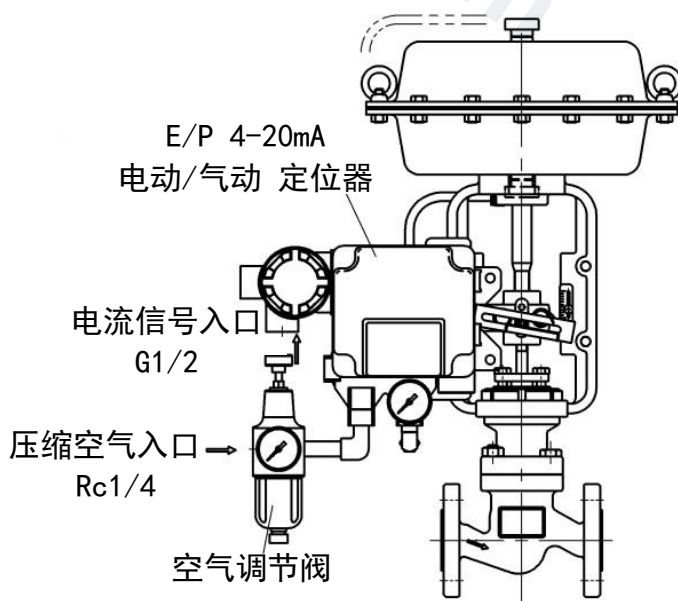
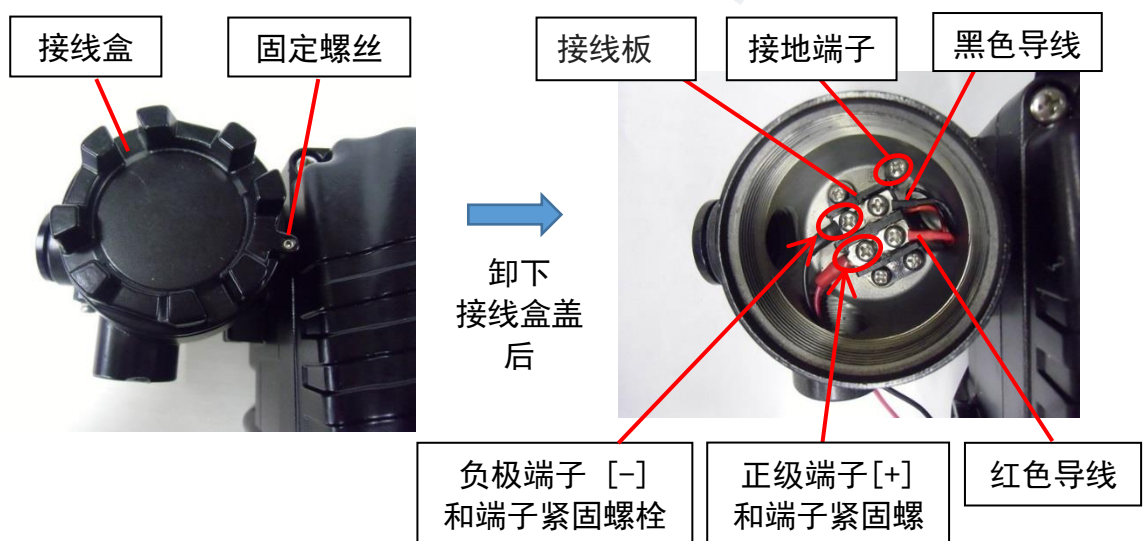

图 12
图 14
- 购买带有 E/P 定位器的产品时，出货状态请参照图 12 所示。请从图 12 所示的电流信号入口引入信号电缆。电路连接方式为两线制。请确认并将 DC 4-20mA 与外部信号线连接。*端子接线方式（见图 14）
- ① 拆下接线盒的固定螺钉（使用六角扳手），然后拆下接线盒盖。
- ② 请将位于接线盒中的接线板的正极端子连接到外部输入线的正极端上。（如果是负极端子，请将负极端子连接到外部输入线的负极端上）。为保护定位器，请连接地端子。连接时，请将端子紧固螺栓拧紧，以免出现连接故障。
- ③ 连接外部线路后，请盖上接线盒盖并拧紧固定螺钉。（推荐拧紧力矩：0.25N·m）